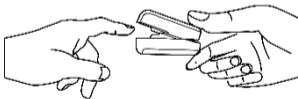

Figura 5 Mettere il dito nel saturimetro
1. Aprire la clip e mettere il dito all'interno dei cuscini di gomma della clip (assicurarsi che il dito si trovi nella posizione corretta), quindi lasciare la clip, come mostrato nella figura 5.